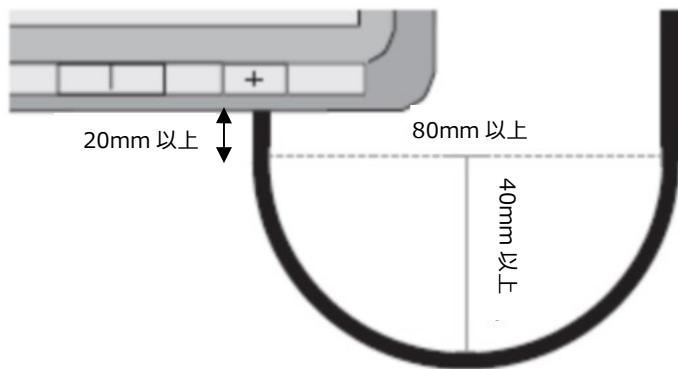

図 8-1. ケーブル湾曲イメージ図
- モジュールのケーブル設置の最小湾曲半径は 40mm です。図 8-1 のようにケーブル内側曲面形成の直径は 80mm 以上にて設置をお願い致します。